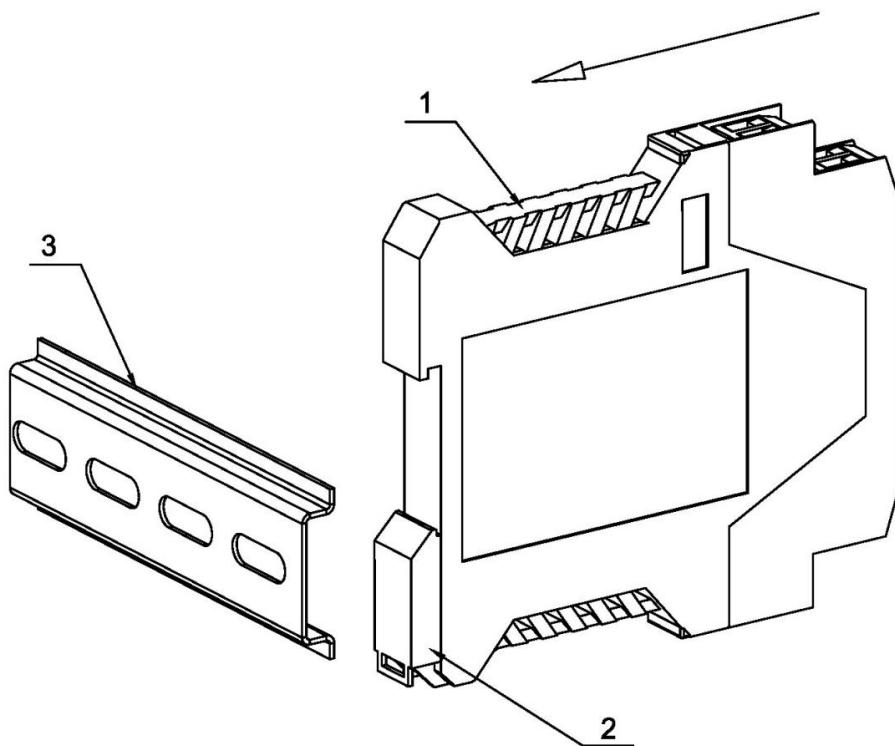

Рисунок 6. Монтаж преобразователя LI-24L на рейку DIN 35
Зацепите преобразователь LI-24 (1) сверху на DIN рейку (3). Затем нажмите преобразователь (1) вниз к рейке (3). Убедитесь, что защелка (2) зацепилась за рейку (3). См. Рисунок 6.